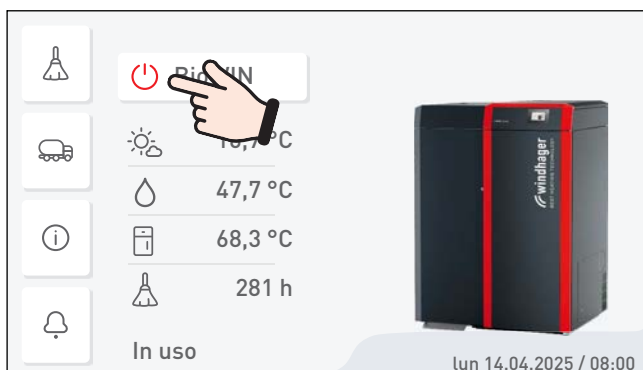

Fig. 59 Spegner caldaia a pellet
- Spegner la caldaia a pellet con il tasto ON/OFF su InfoWIN Touch (Fig. 59 – vedere anche il manuale d'uso di InfoWIN Touch) e attendere la fine combustione (circa 20 minuti).